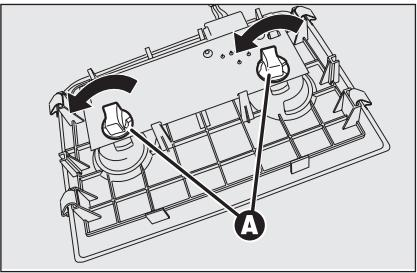

fig. 43
- gire hacia la izquierda los dos portálámparas **A-fig. 43**, saque las lámparas y sustitúyalas.